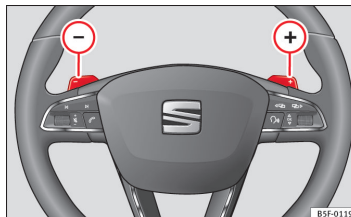

Fig. 92 Volant : palettes pour boîte automatique
- Appuyez sur la palette (+) pour passer une vitesse supérieure ⇒ fig. 92.